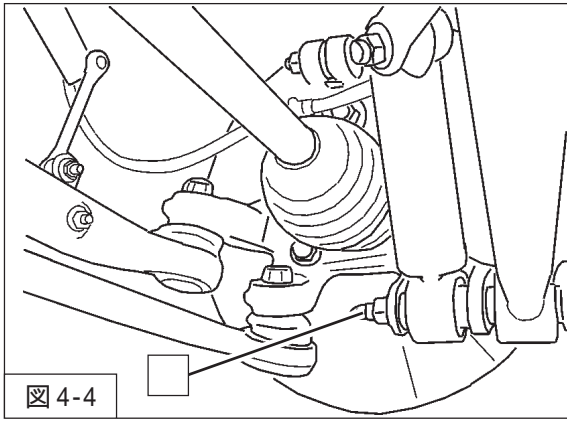

図4-4
6. ダンパーロア取付ボルト・ナット（締付トルク：61～81N・m）を取付けてください。（図4-4）